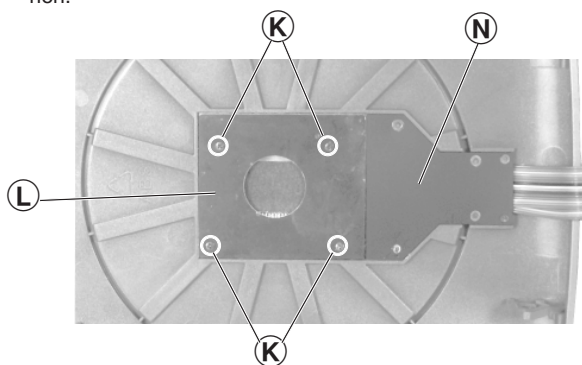

Fig. 8
- 4 Schrauben Ƨ (Fig. 8) herausdrehen.
- Undo 4 screws Ƨ (Fig. 8).